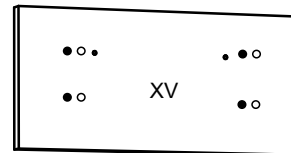

рис. 4
1. Перед сборкой ящиков вбить в фасады (XV) цанговые футорки (13)(рис. 4). В закрашенные на рисунке вбить цанговые футорки (13) если собирается тумба в левом исполнении, в незакрашенные-если в правом.